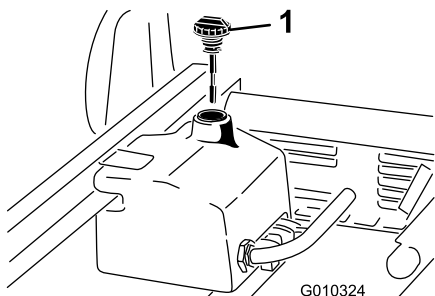

Figura 21
1. Limpe a zona em redor do tubo de enchimento e da tampa do depósito hidráulico (Figura 21).
3. Retire a vareta (Figura 21) do tubo de enchimento e limpe-a com um pano limpo.